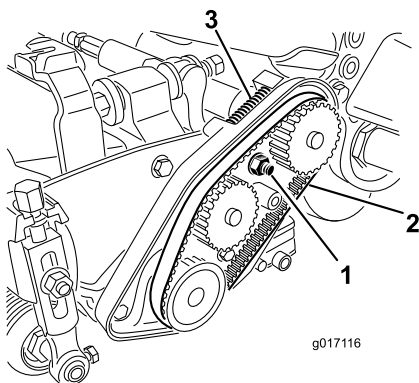

Bild 42
- A. Lösen Sie die Befestigungsmutter des Lagergehäuses (Bild 42).
- C. Entfernen Sie Rückstände aus der Riemenkammer und vom Bereich um die Druckfeder (Bild 42).